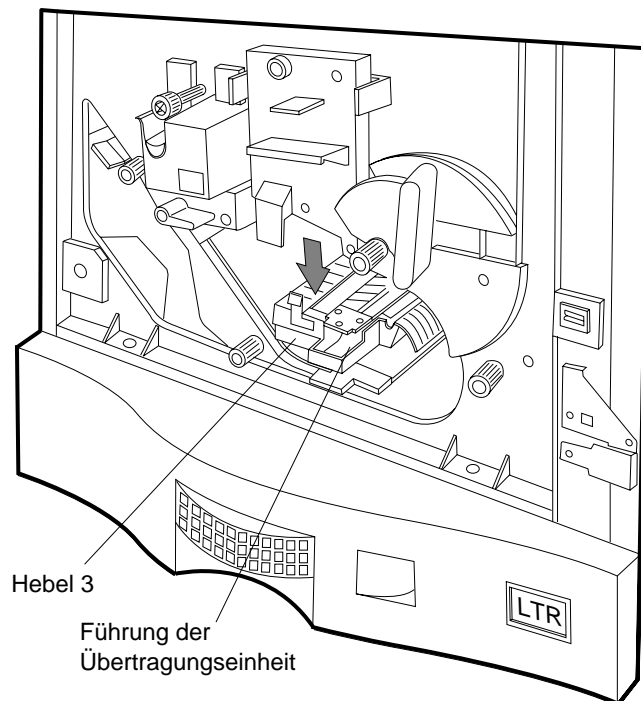

Abbildung 4-23 Hebel 3 und Übertragungseinheit
2. Ziehen Sie vorsichtig an Hebel 3, und senken Sie die Übertragungseinheit ab, wie in Abbildung 4-23 gezeigt.